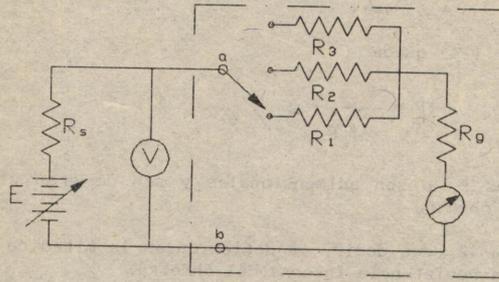

Figura 4
- a) Calcule los valores de R_1 , R_2 y R_3 con la expresión (1) para los rangos de medición de $E_1 = 3 \text{ V}$, $E_2 = 5 \text{ V}$ y $E_3 = 10 \text{ V}^1$.
- Con los valores calculados, arme el circuito de la figura 4.